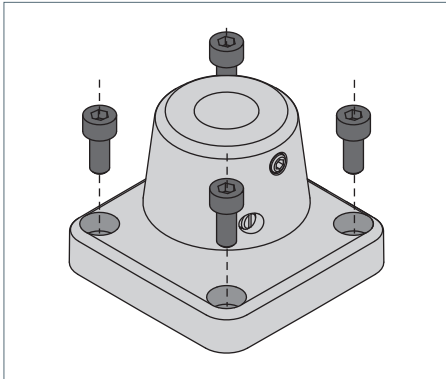

Fig. 1: Befestigungselement.
- ▶ Schrauben Sie das Befestigungselement mit vier geeigneten Schrauben an die Montageoberfläche, siehe Fig. 1.